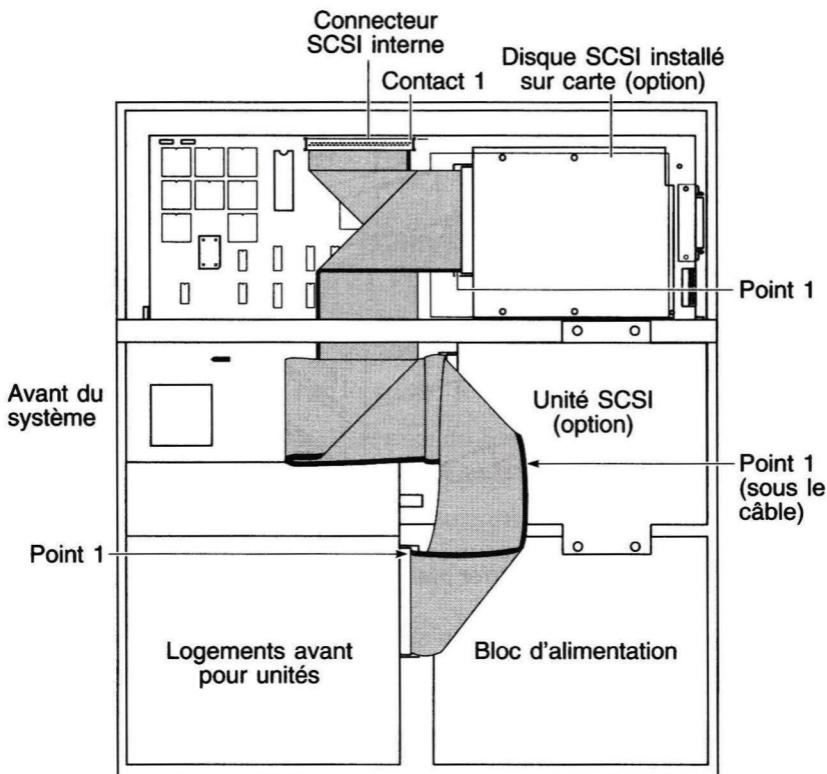

Figure 7. Connecter le câble en nappe aux unités SCSI
7. Rabattez le câble en nappe et guidez-le vers l'arrière de l'Amiga comme l'indique la figure 7.
8. Connectez le câble en nappe aux unités SCSI internes conformément à la figure 7. Assurez-vous que le point 1 du connecteur du câble est bien aligné sur le contact 1 de l'unité. Ce dernier est habituellement signalé par une flèche (\leftarrow) ou le chiffre 1.